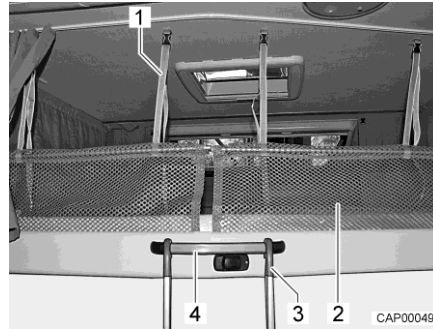

Fig. 73 Échelle de montée et filet de sécurité
- Accrocher l'échelle de montée (Fig. 73,3) à la poignée étrier (Fig. 73,4) du lit escamotable à l'aide des deux étriers.
Filet de sécurité Les filets de sécurité (Fig. 73,2) et les sangles de retenue sont rangés sous le matelas. Ne tendre les filets de sécurité qu'une fois que les personnes se trouvent dans le lit escamotable.
- Faire s'enclencher les sangles de retenue (Fig. 73,1) dans les œillets du plafond.